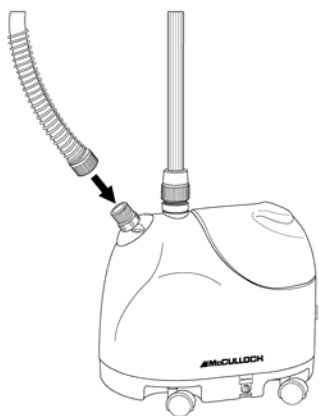

FIGURA 7
1. Ponga el cabo de la Manguera de Vapor en la Base roscado de la Manguera (FIGURA 7).